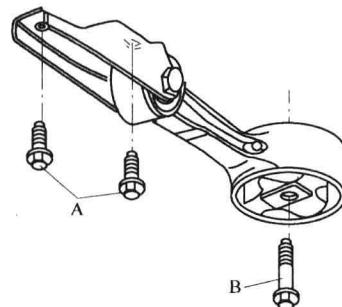

图 1-8 稳定杆的支撑杆
14) 稳定杆的支撑杆的结构如图 1-8 所示, 拧紧力矩 A = 30N·m + 继续转动 90°(1/4 圈); B = 40N·m + 继